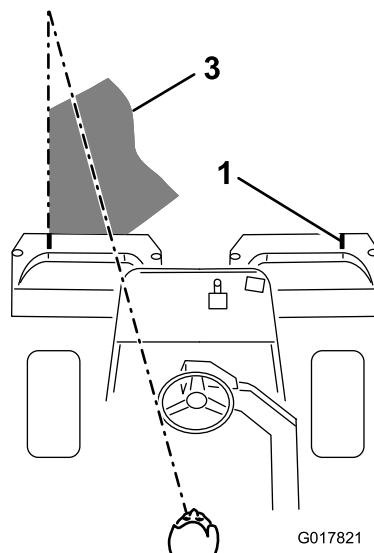

図 38
- 行きと帰りでのオーバーラップができるだけ小さくなるように運転します。隣の列との距離を一定に保って直進するには、本機の前方約2~3mを視野に捕らえておくのがポイントです(図38)。ハンドルを目印にして距離を合わせても良いでしょう。その場合、ハンドルの縁と本機前方の目標ラインとを重ねて見ながら運転します(図38)。